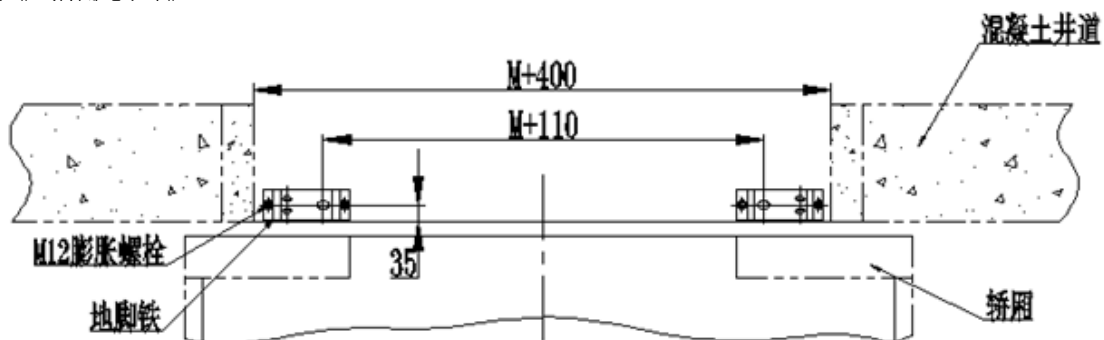

图 14-7
14.2.1.2 在混凝土井道安装左右手拉门之前, 首先除预先安装地脚铁(地脚铁高度与地面装潢高度相同), 首先在门洞的中心为中心, 保证两地脚铁腰孔的距离为  $M+110$ , 误差不大于  $2\text{mm}$ 。移动地脚铁, 保证地脚铁腰孔距离井道壁为  $35\text{mm}$ , 误差不大于  $1\text{mm}$ 。位置确定后做标记, 打孔, 放上地脚铁, 用直尺水平尺调整地脚铁垂直度, 打上膨胀螺栓(安装时地脚铁摆放方式必须按下图所示)。见图 14-7。